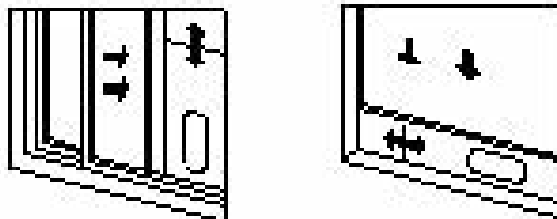

Fig. 5
- ▶ åpne vinduet halvveis og monter tetningsplaten fra settet (18) horisontalt eller vertikalt
- ▶ flytt elementene på tetningsplaten, juster avstanden til platene slik at de tetter helt igjen (fig. 5). Lås det så med en skrue, og/eller skjær eventuelt en plate til ønsket lengde uten åpning